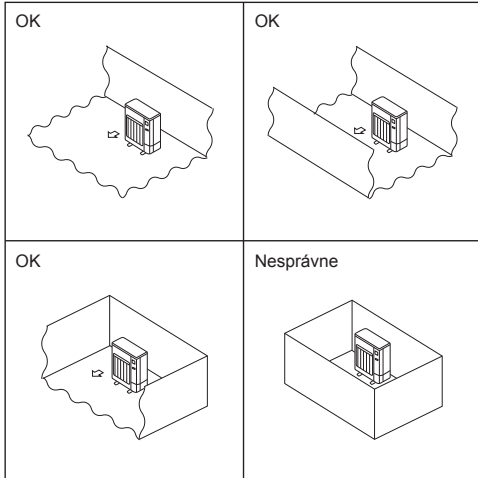

Fig. 2-2
- Exteriérové jednotky inštalujte na miestach, kde je aspoň v jednom zo štyroch smerov voľný priestor a kde je dostatok miesta bez vytvárania výstupkov. (Fig. 2-2)